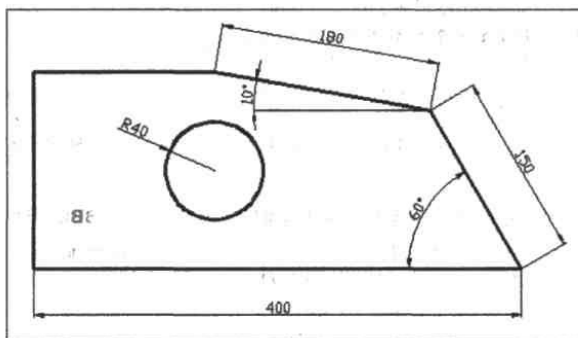

Рис. 1
3. Постройте лицевую сторону каркасной модели по указанным размерам (рис. 1).
- Включите объектное отслеживание, режим текущей привязки и постройте круг радиусом 40 с центром на пересечении воображаемой горизонтальной линии, проходящей через середину левого вертикального отрезка, и воображаемой вертикальной линии, проходящей из угловой точки ломаной (см. рис. 1). Будет построена лицевая сторона модели.